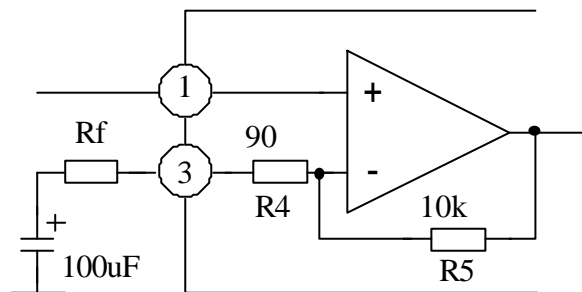

图 2
2. 压增益调整（图2）：电路的电压增益，由电路内部电阻 R_4 、 R_5 固定为 $A_V = 40\text{dB}$ ，如增加 R_f ，能降低电压增益，这时电压增益用下式求出： $A_V = 20\log (R_4 + R_5 + R_f / R_4 + R_f)$ 。但反馈量大时容易产生振荡，故电压增益请使用在 28dB 以上。